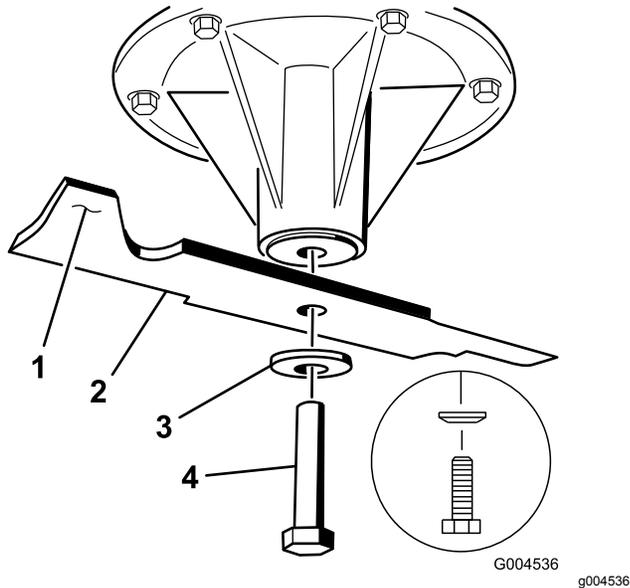

Figure 102
1. Placez la lame sur l'axe (Figure 102).
2. Mettez en place la rondelle élastique et le boulon de la lame (Figure 102).